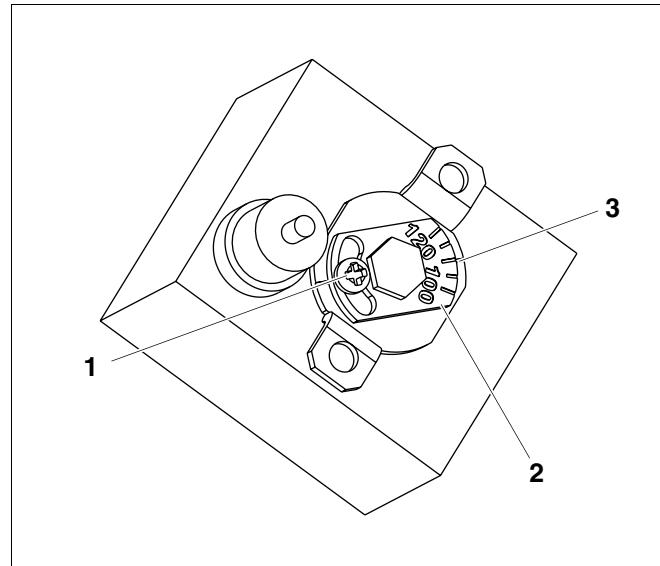

Рис. 3 Вариант А
### 2.2.1 Рис. 3 Вариант А
- Ослабить винт (рис. 3, поз. 1).
- Настроочный винт с температурной шкалой (рис. 3, поз. 2) установить на нужную температуру (рис. 3, поз. 3).
- Затянуть винт (рис. 3, поз. 1).